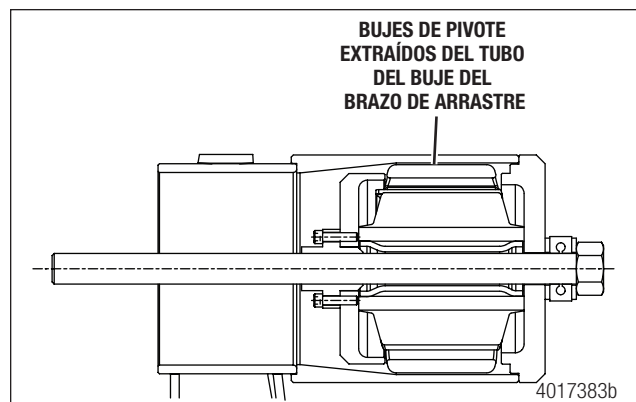

Figura 7.15
- Gire el perno de acoplamiento A LA DERECHA utilizando una llave de tuercas de impacto de 1/2 pulgada a velocidad baja y constante. Siga girando el perno de acoplamiento hasta que el buje se jale hacia el interior del embudo de compresión contra la placa de acoplamiento. Figura 7.15.